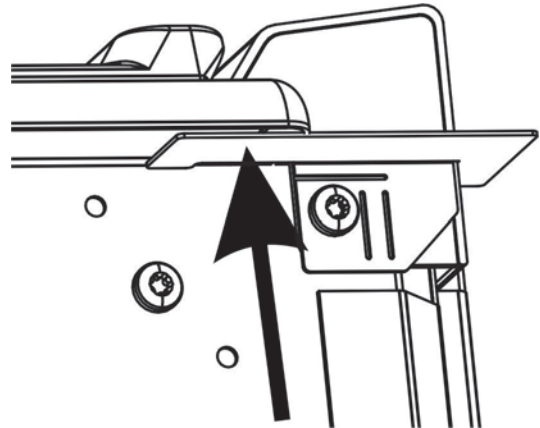

Figure 5 : Serrez la vis
- Appuyez sur le cache-coin vers le haut au niveau de la flèche (voir Figure 5 : Serrez la vis) tout en finissant de serrer la vis.